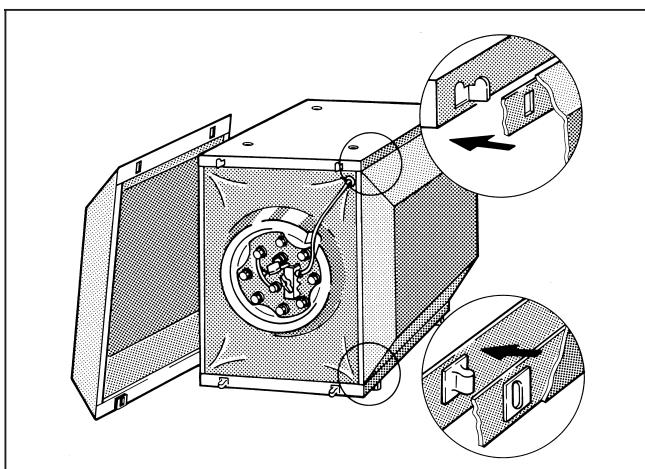

Рис. 15
При монтаже в распакованном виде, в целях предотвращения повреждений, возможно снять переднюю стенку и боковые стенки (рис. 15)
- Оттянуть переднюю стенку бойлера, или боковую стенку, снизу, в направлении вперед, и снять с зацепления вверху у корпуса бойлера (рис. 15).